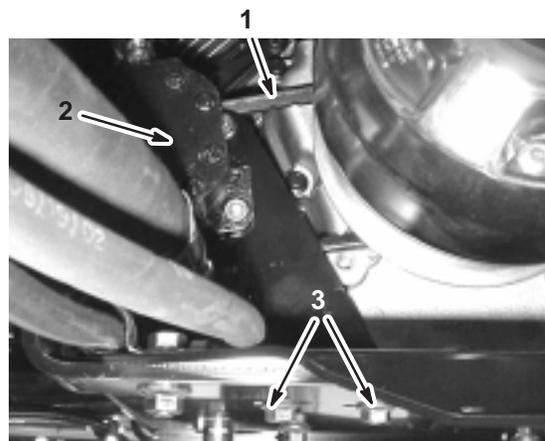

Bild 51
- Lockern Sie die Befestigungsschrauben der Lenkpumpe (Bild 51).